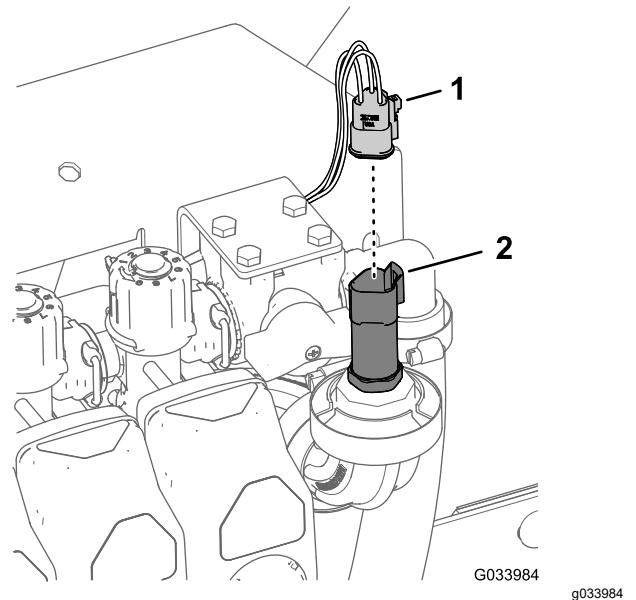

Figure 25
1. Débranchez le connecteur à 3 douilles du transducteur (Figure 25).